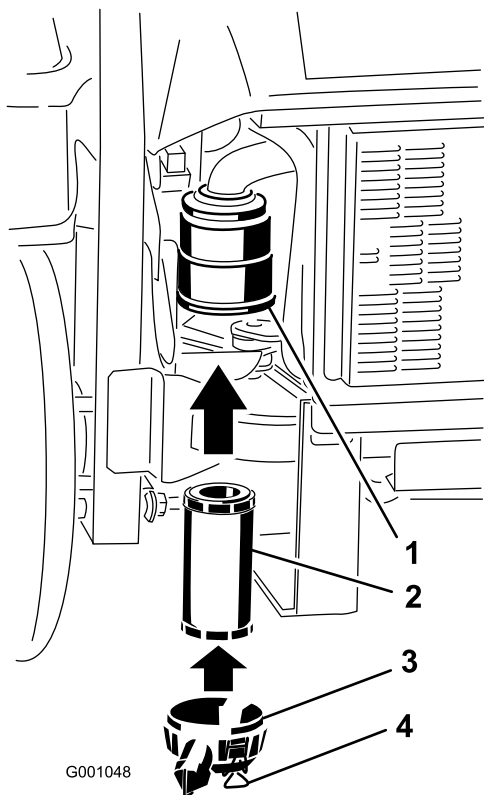

Figure 33
2. Insérez le filtre dans le corps avec précaution (Figure 33). Assurez-vous qu'il est bien engagé en appuyant sur le rebord extérieur.
3. Remettez en place et verrouillez le couvercle du filtre à air (Figure 33).